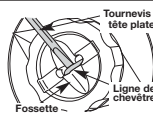

Fig. 13
2. Utilisant un tournevis à tête plate, insérez le bout dans la ligne fossette et juste sous la partie exposée de la ligne (Fig. 13)